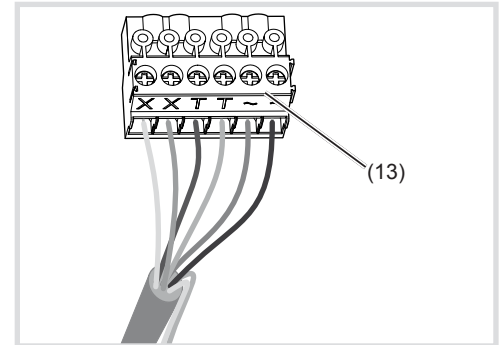

Bild 5: verdrahteter Anschluss-Klemmblock
- Anschluss-Klemmblock (13) vom Gerät nach unten hin abziehen.
- Adernpaar der 2Draht Busleitung an die Klemmen **XX** des Anschluss-Klemmblocks anschließen (Bild 5).
- Gegebenenfalls Türöffner-Leitung an die Klemmen **TT** des Anschluss-Klemmblocks (Bild 5 und 6) anschließen.
- Für Ruftasten-Hinterleuchtung und Kameraheizung 12 V~ Zuleitung vom Netztransformator an die Klemmen **~** des Anschluss-Klemmblocks anschließen (Bild 5 ... 7).